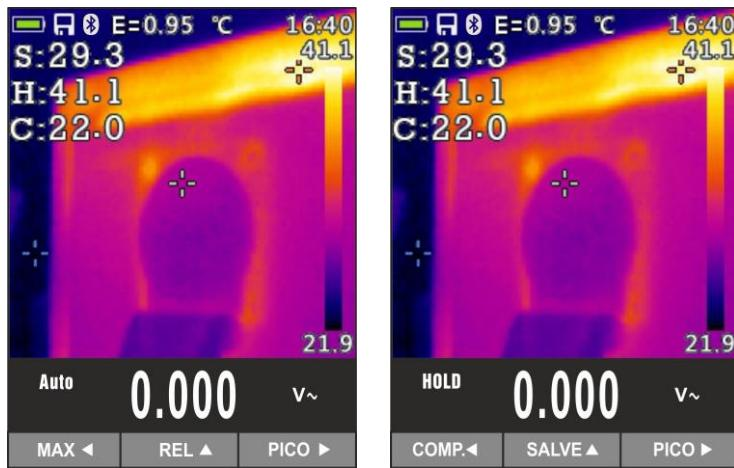

Fig. 41: Guardar a imagem IR
9. Premir o botão **HOLD/ESC** para fixar o resultado. A mensagem “HOLD” aparece no display e o botão **REL ▲** passa a **SALVE ▲** (ver Fig. 41 – parte direita)